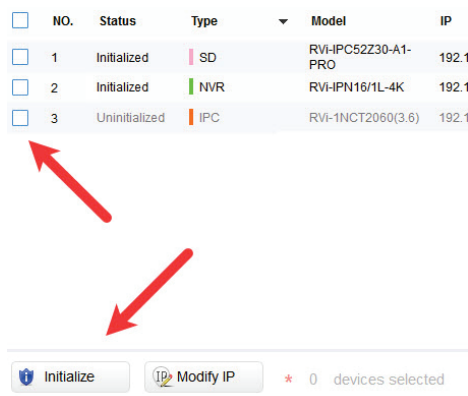

Рисунок 5
3. Откройте меню настроек тревожного входа в Web-интерфейсе, рисунок 5. Во время срабатывания тревоги внешнее устройство-источник сигнала может выдавать высокий или низкий уровень сигнала – режим работы тревожного входа можно установить в поле Тип. Доступны НО (нормально-открытый) и НЗ (нормально-закрытый) режим. Пиковые значения напряжения для этой цепи – 5 В, силы тока – 5 мА, превышение этих значений может привести к поломке устройства. Общий случай подключения внешнего устройства-источника сигнала к видеокамере приведен на рисунке 6;
При первом запуске устройства его необходимо инициализировать. Неактивные устройства отображаются в программе серым цветом. Чтобы инициализировать устройство, выберите необходимые устройства из списка и нажмите кнопку Initialize, рисунок 5.